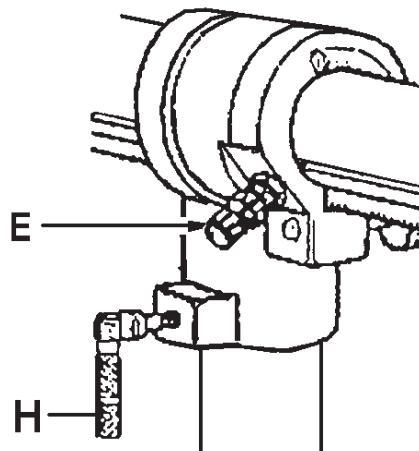

Рис.5
фіксуючий штифт (Е, Рис. 5) і виверніть його.
- Для цього потрібно послабити рукоятку затиску (H, Рис. 5).
- Треба ослабити рукоятку затиску (F).
- За допомогою ручки настройки (I) може бути досягнуто бажане регулювання.